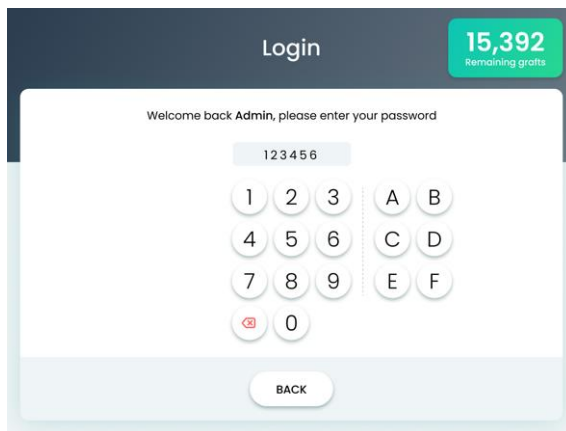

Figura 5-3. Pantalla de introducción de contraseña de inicio de sesión
2. En la pantalla Login Account Selection (Inicio de sesión y selección de cuenta), pulse la cuenta de usuario que desee; aparecerá la pantalla de introducción de contraseña de inicio de sesión, como se muestra en la Figura 5-3.
1. Verifique que haya aparecido la pantalla de inicio de sesión, como se muestra en la Figura 5-3.